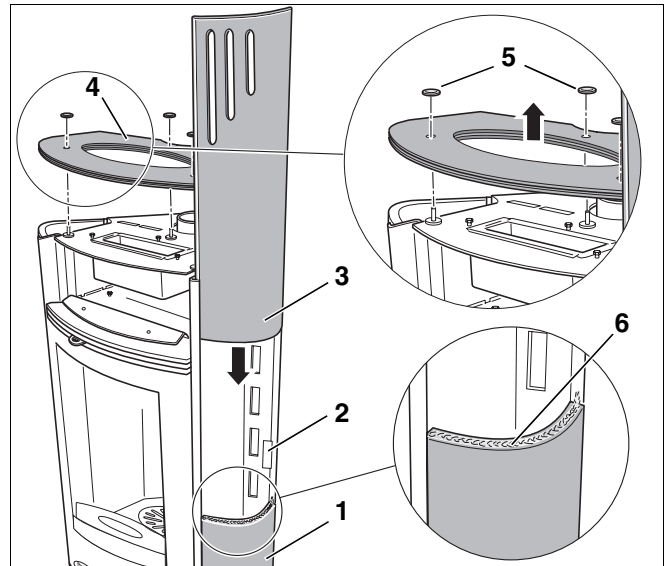

Abb. 13 Seitenkacheln anbringen
- Lösen Sie die drei Muttern (Abb. 13, **Pos. 5**) auf der Abdeckplatte.
- Nehmen Sie die Abdeckplatte (Abb. 13, **Pos. 4**) ab.
Die seitlichen Kacheln werden durch Blattfedern (Abb. 13, **Pos. 2**) gehalten.
- Schieben Sie die untere Seitenkachel (Abb. 13, **Pos. 1**) von oben nach unten ein. Die Seite mit der Dichtschnur (Abb. 13, **Pos. 6**) muss nach oben zeigen.
- Schieben Sie die obere Seitenkachel (Abb. 13, **Pos. 3**) mit Schlitzen nach oben zeigend ein. Beachten Sie, dass die Längsschlitze der oberen Kachel von innen nach außen abnehmen.